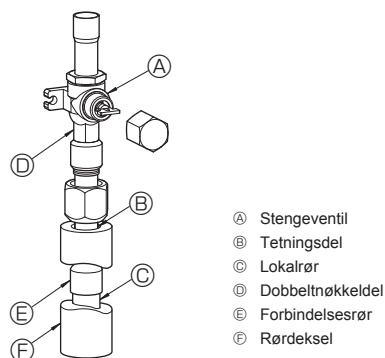

Fig. 4-3
- Bruk følgende fremgangsmåte for tilkopling av rør på gassiden. (Fig. 4-3)